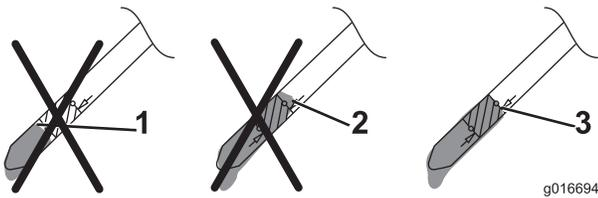

Figura 7
- Si el nivel de aceite es demasiado bajo, vierta **lentamente** una pequeña cantidad de aceite en el tubo de llenado, espere 3 minutos, y repita los pasos 3 a 5 hasta que el nivel de aceite llegue al nivel correcto de la varilla, según se muestra en Figura 7.